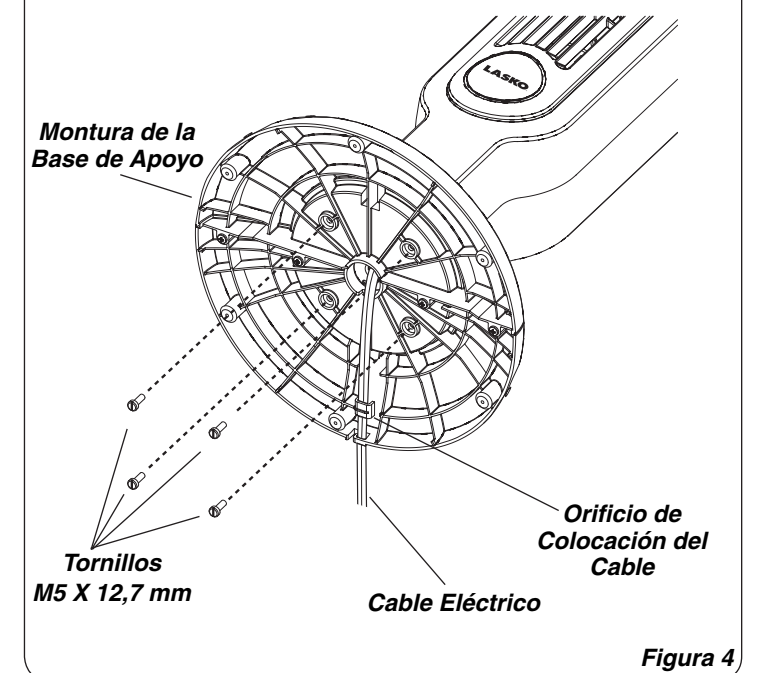

Figura 4
- Asegure la **Montura de la Base de Apoyo** a la parte inferior del ventilador con (4) **Tornillos M5 de 12,7 mm de Largo**. Suavemente elimine cualquier sobrante del **Cable Eléctrico** y colóquelo en el **Orificio de Colocación del Cable**. (Figura 4)